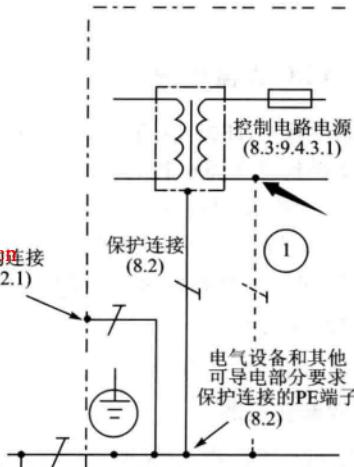

图 9-4 变压器保护连接电路
① GB5226.1—2008 对控制变压器的等电位连接有以下要求：电气设备外露可导电部分和可导电结构进行保护连接电路连接。图 9-4 中箭头所指虚线为可选择连接。